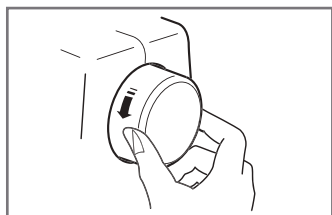

Рис.25
7.15.1 Поверните маховое колесо против часовой стрелки, чтобы поднять иглу в самое верхнее положение (Рис.25).